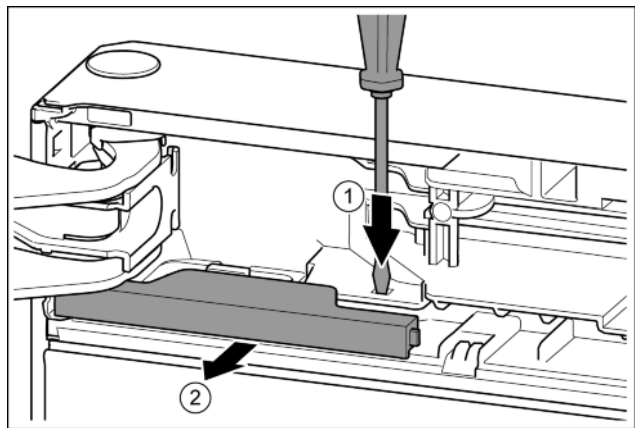

Fig. 14
- ▶ Lasche mit Schlitzschraubendreher drücken. Fig. 14 (1)
- ▶ Abdeckung aus der Verrastung ziehen. Fig. 14 (2)